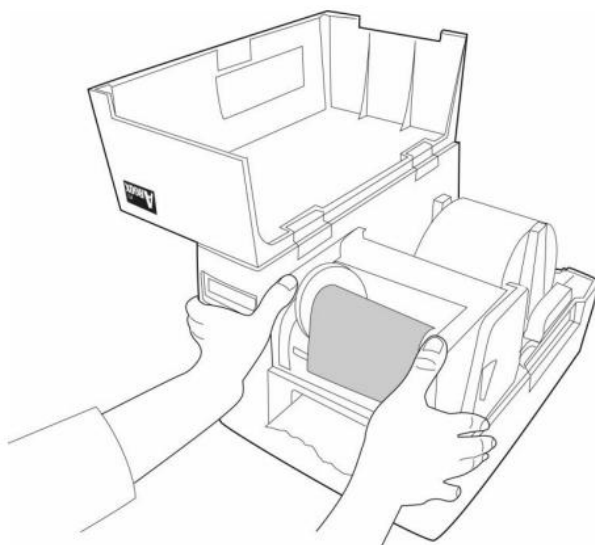

Рисунок 13
7. Закройте модуль печатающей головки, надавив на него, пока не услышите характерный щелчок (Рис. 13).